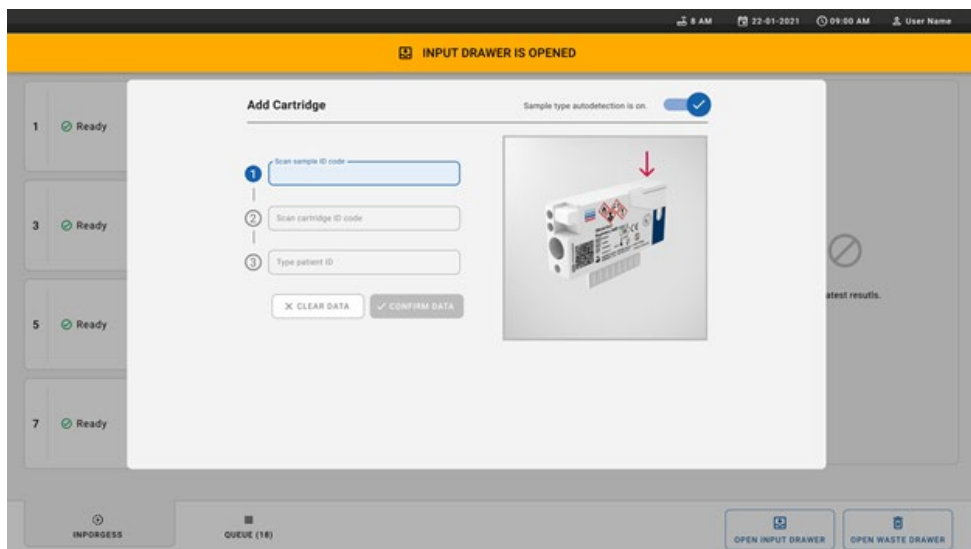

Figure 23. Écran de lecture de l'identifiant d'un échantillon.
7. La boîte de dialogue **Add Cartridge** (Ajouter une cartouche) apparaît et le scanner situé devant l'instrument est activé. Scannez le code-barres d'ID de l'échantillon sur le dessus de la QIAstat-Dx Respiratory SARS-CoV-2 Panel Cartridge devant l'instrument (position indiquée par la flèche (Figure 23)).